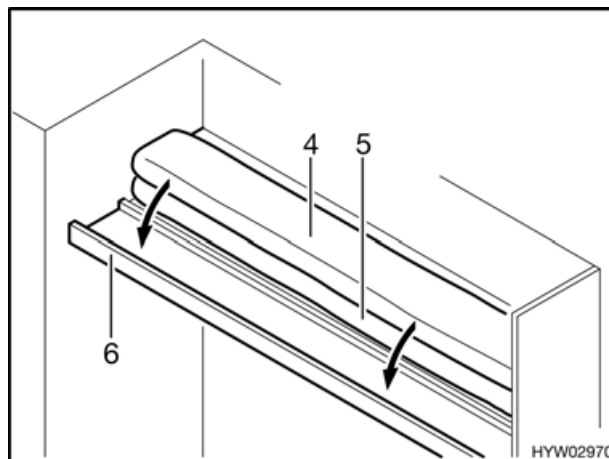

Fig. 34 Durante la trasformazione
- Posizionare il cuscino superiore (Fig. 34,4) fra il cuscino inferiore (Fig. 34,5) e il rivestimento frontale (Fig. 34,6).